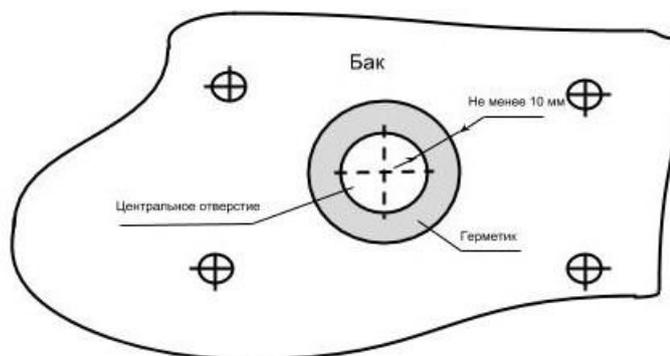

Рис. 6.1 Подготовка бака круглой формы
5. Нанесите герметик на подготовленный бак, как показано на рисунке (см. Рис. 6.1). Толщина слоя герметика должна быть не менее 5 мм.